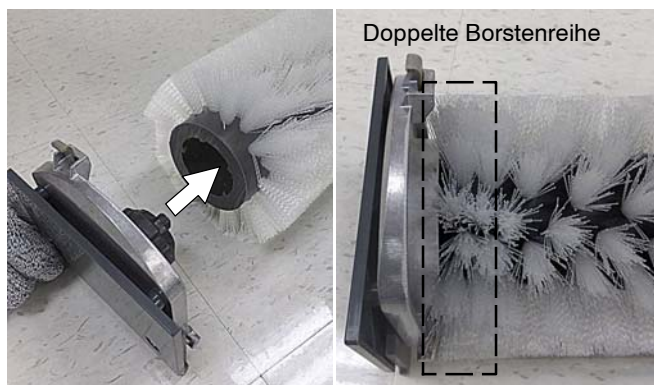

ABB. 17
3. Befestigen Sie die Vorplatte an das Bürstenende mit der doppelten Borstenreihe (Abbildung 17).